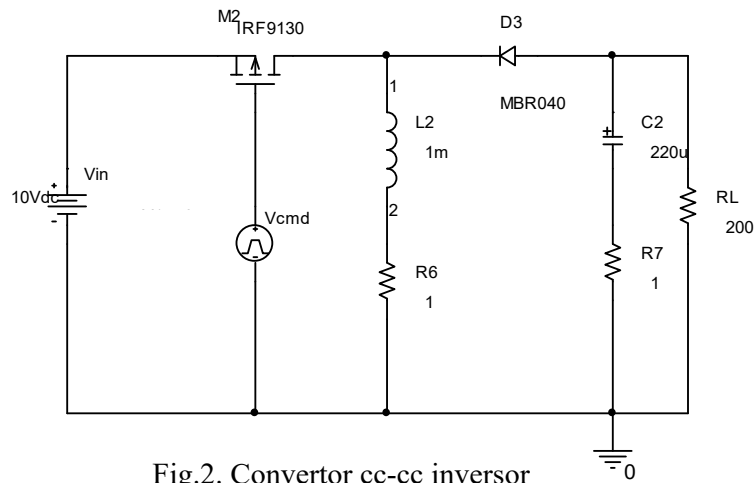

Fig.2. Convertor cc-cc inversor
- Pentru circuitul din Fig.2. alimentat cu $V_I=10V$, comandat cu un semnal dreptunghiular v_{cmd} de la generatorul de semnale cu amplitudinea 10V, frecvența 20KHz și factor de umplere al semnalului $f_U=50\%$ desenați formele de undă ale următoarelor semnale:
- Alimentați circuitul din Fig.2. cu $V_I=10V$ și conectați la ieșire rezistența de sarcină $R_{L1}=200\Omega$. Circuitul se realizează deconectând toți jumperii din circuit și conectând $J1$ cu $J2$, $J5$ cu $J6$, $J8$ cu $J9$, $J10$ cu $J11$ și $R3$ închis.
- Pentru circuitul din Fig.2. cu R_{L1} aplicați din nou semnalul v_{cmd} cu $f_{US}=50\%$. Copiați valorile v_O și Δv_O obținute la experimentul 2.2.